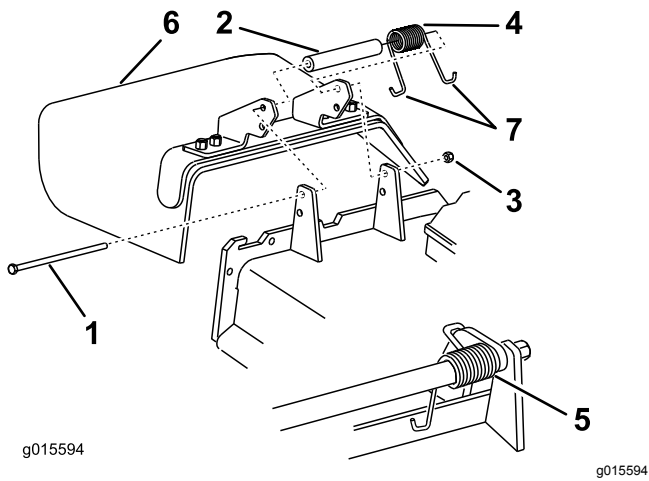

Figure 61
1. Placez une extrémité du ressort derrière le bord du plateau et l'autre extrémité sur le déflecteur d'herbe (Figure 61).
- Utilisez le boulon et l'écrou pour fixer le déflecteur d'herbe au plateau de coupe (Figure 61).
- Accrochez l'extrémité en J du ressort au déflecteur d'herbe (Figure 61).